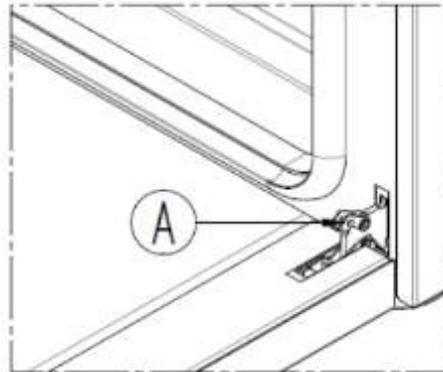

Fig. 5
- gire completamente el elemento móvil de la bisagra «A» (Fig. 5);